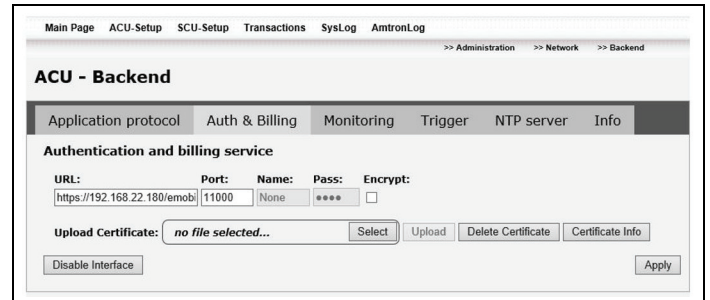

Bild 6: Avaktivera auktoriseringsgränssnitt (Auth & Billing)
2. Avaktivera ev. gränssnittet för auktorisering via kommandoknappen "Disable Interface" (se Bild 6).